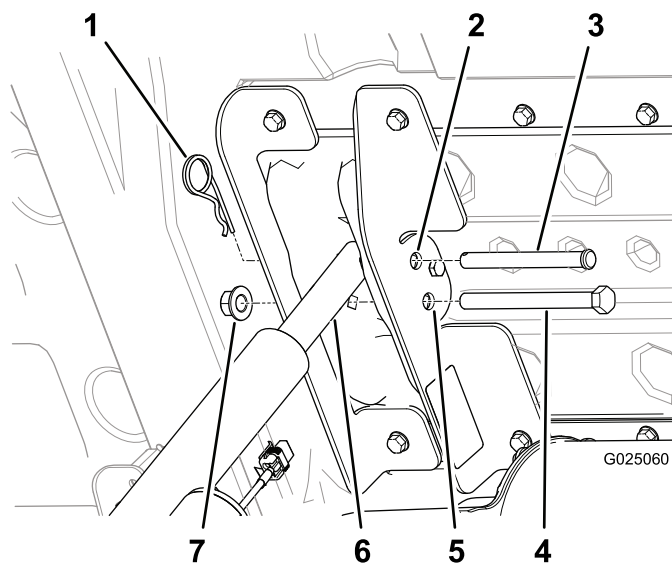

Рисунок 12
4. Нажмите верхнюю часть переключателя подъема платформы, чтобы выдвинуть шток привода подъема так, чтобы отверстие в штоке совпало с отверстиями внутреннего и наружного кронштейнов платформы (Рисунок 12).
6. Прикрепите шток привода подъема между подъемными кронштейнами с помощью штифта с отверстием (3-1/2 дюйма) и шплинта (Рисунок 12).
8. Проденьте болт с шестигранной головкой (1/2 x 5-1/2 дюйма) через оставшиеся отверстия диаметром 12,7 мм во внутреннем и наружном кронштейнах платформы (Рисунок 12) и закрепите его фланцевой гайкой (1/2 дюйма), надежно затянув ее.